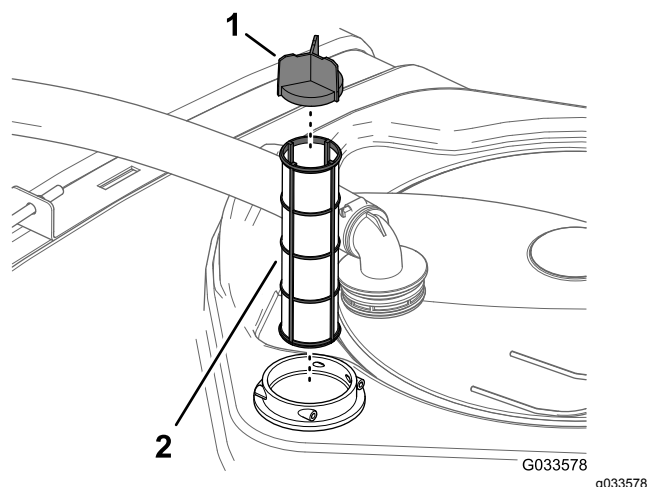

Рисунок 78
- Извлеките фильтр линии всасывания из его корпуса в баке (Рисунок 78).